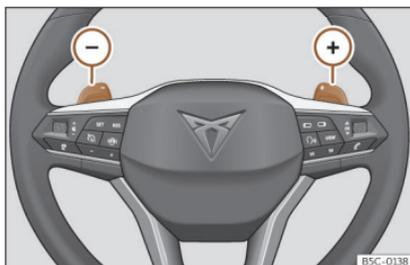

Fig. 139 Volante: leve per il cambio automatico.
- Premere la leva a bilanciere del cambio (+) per inserire una marcia superiore >>> **fig. 139**.